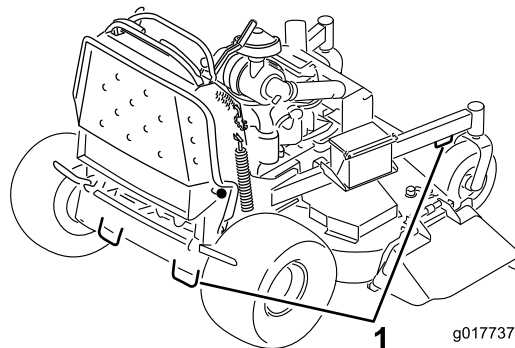

Figura 23
6. Utilice los puntos de amarre metálicos de la máquina para sujetar la máquina firmemente al remolque o al camión con correas, cadenas, cables o cuerdas (Figura 23).